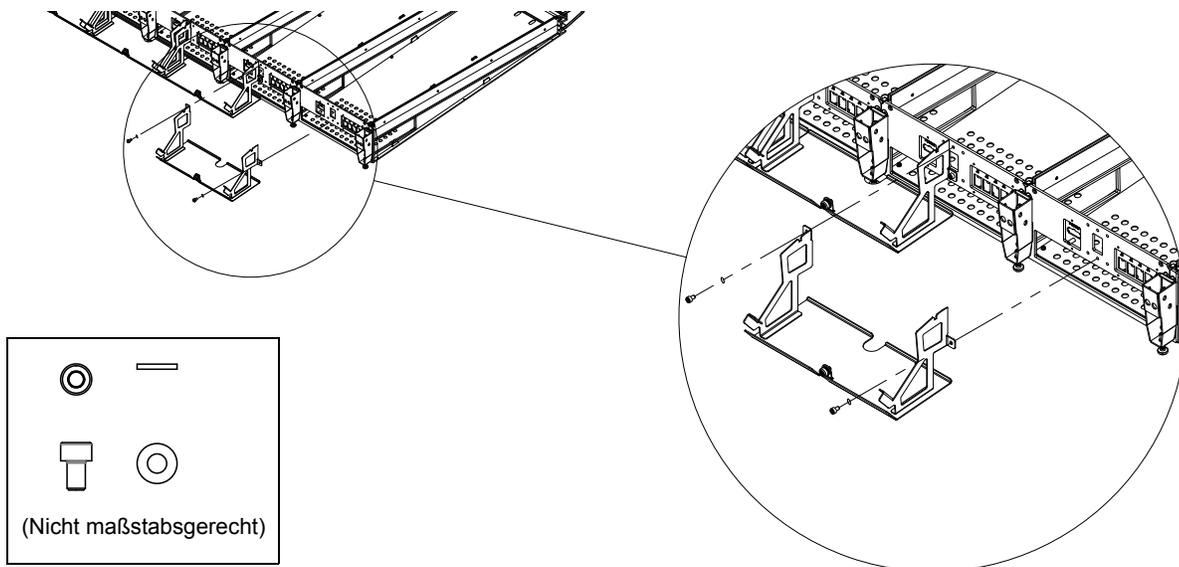

Abbildung 28. Anbringen der Rückplattenhalterungen
- 2 Stellen Sie sich an die Rückseite des Rahmens, beginnen Sie ganz links und bringen Sie mit Sechskantschrauben und Unterlegscheiben eine Halterung an den hinteren Unterlagsplatten der ersten zwei Chassis an. In Abbildung 28 sehen Sie, wie die Halterungen an die Chassis angebracht werden.